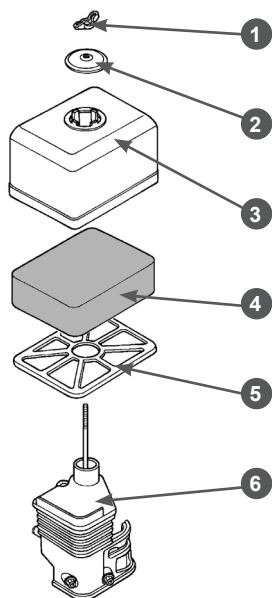

Рис. 18 Обслуживание воздушного фильтра
- Открутите барашковую гайку 1, снимите шайбу 2 и крышку 3 воздушного фильтра в сборе с фильтрующим элементом 4 и сепаратором 5 (Рис. 18).
- Извлеките из крышки 3 сепаратор 5 и фильтрующий элемент 4 (Рис. 18).
- При незначительном загрязнении промойте поролоновый фильтрующий элемент 4 (Рис. 18) теплым мыльным раствором и просушите. Поврежденный или сильно загрязненный поролоновый фильтрующий элемент замените.
- Произведите очистку крышки 3 воздушного фильтра, сепаратора 5 и основания 6 воздушного фильтра, не допуская попадания грязи и пыли в воздуховод, ведущий к карбюратору (Рис. 18).